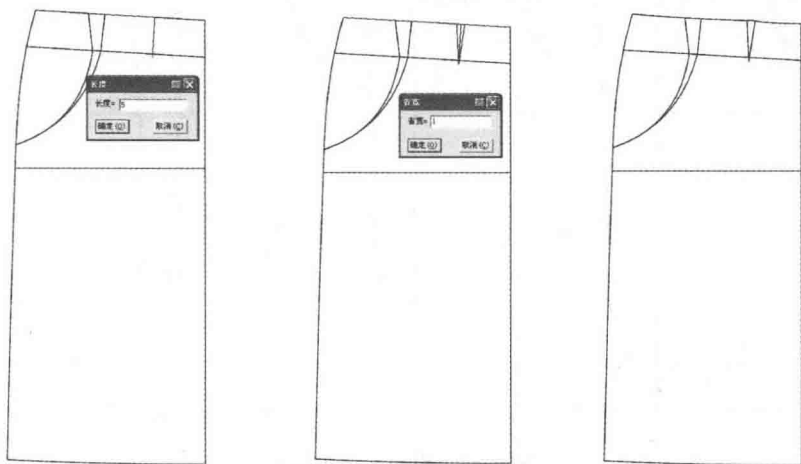

图5-12 画腰省步骤2
(2) 如图 5-12 所示, 选择【智能笔】工具按住【Shift】键, 进入【三角板】功能。在腰围线上画垂直线 5cm。选择【智能笔】工具按住【Shift】键, 进入【开省】功能。先框选腰围线, 再框选或点选省线, 出现【省宽】对话框输入 1cm。然后调顺腰围线。